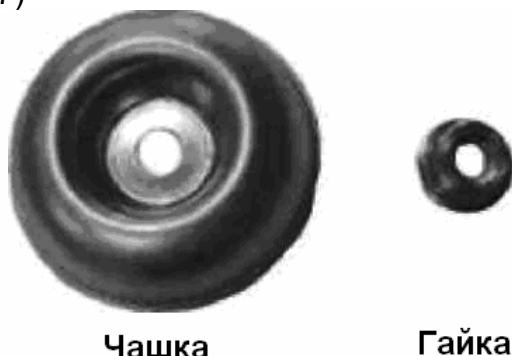

Рис.7
- Снимите чашку с вала, оставив ступицу. (рис.7)